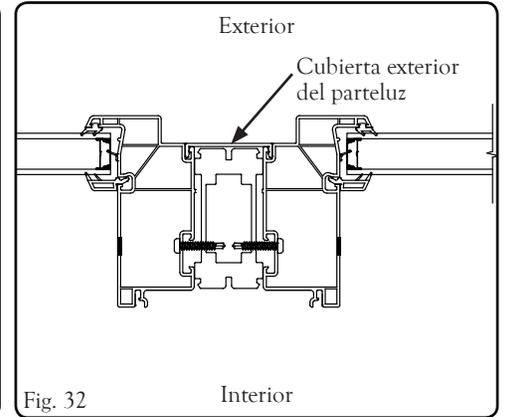

Fig. 32
- Consulte las Fig. 32 y 33. Sujete la cubierta del parteluz exterior a ambos bastidores como se muestra en las Fig. 30 y 31.